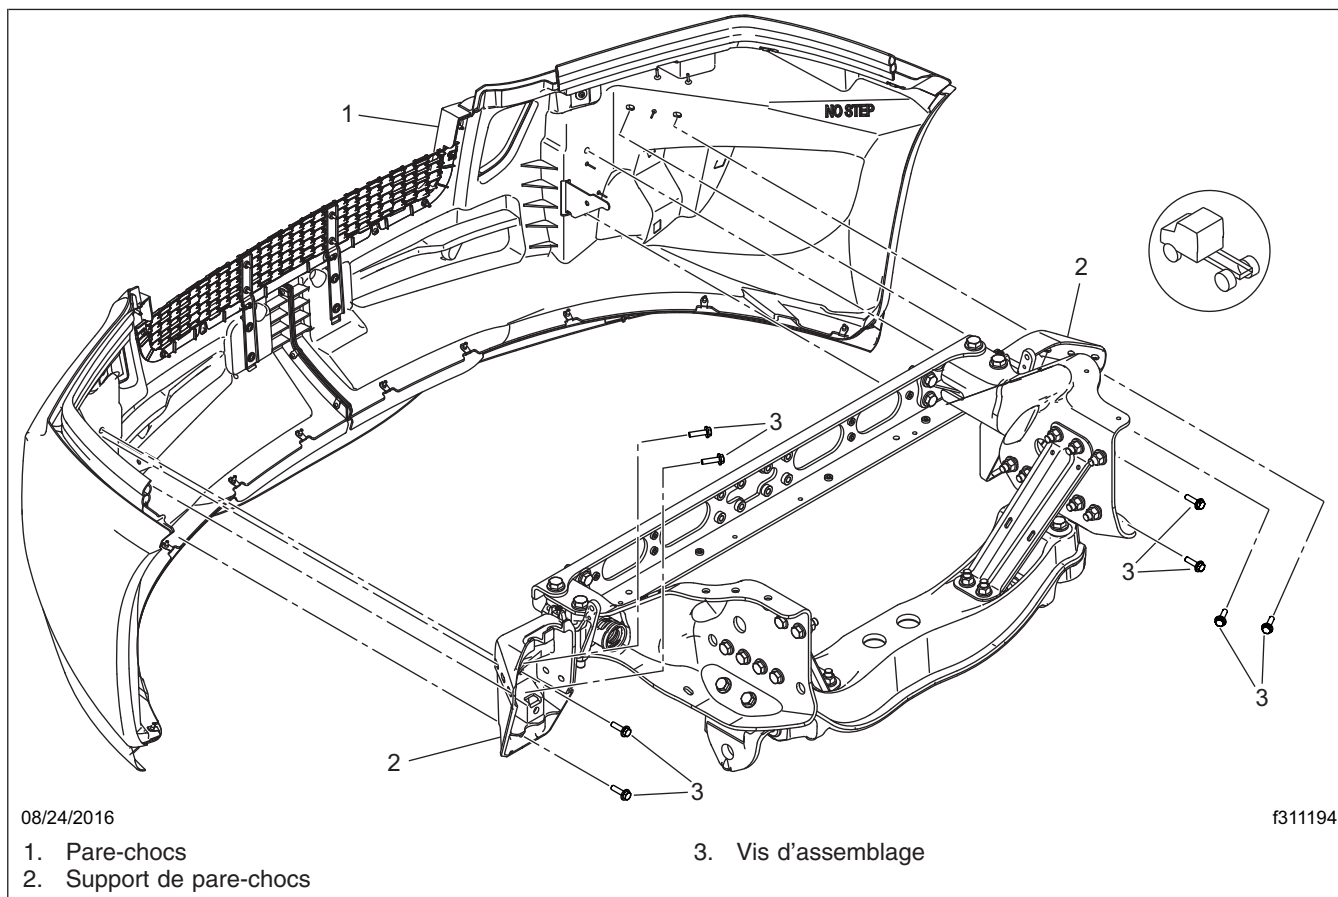

Fig. 1, Pare-chocs aérodynamique
4. Retirez les quatre pièces de fixation de chaque côté du pare-chocs qui fixent le pare-chocs aux supports de pare-chocs. Reportez-vous à la **Figure 1**.